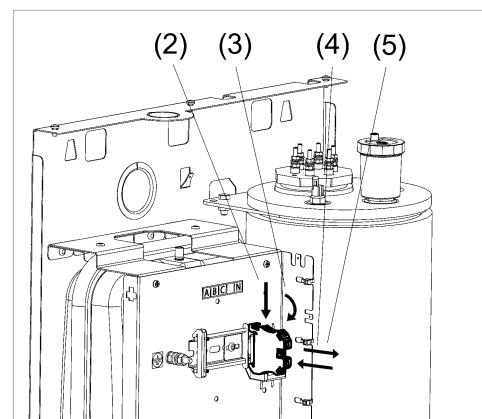

Рисунок 19. Замена клеммных колодок
- (1) Отсоедините провода от колодки, которую требуется заменить (см. рис. 19);
- (2) Используя плоскую отвёртку отогните “язычок” колодки во внешнюю сторону;
- (3) Поверните колодку на угол $10 \div 15^\circ$;
- (4) Снимите колодку с DIN-рейки;
- (5) Поставьте новую колодку на DIN-рейку взамен прежней;
- (6) Подсоедините к новой колодке отсоединённые провода.